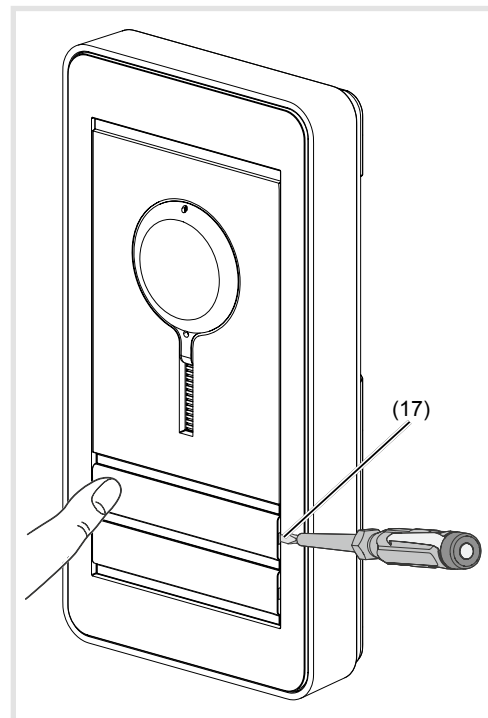

Figura 17: svitamento della copertura targhetta
- Inserire il cacciavite nell'apertura a leva (17) e svitare l'arresto (figura 17).